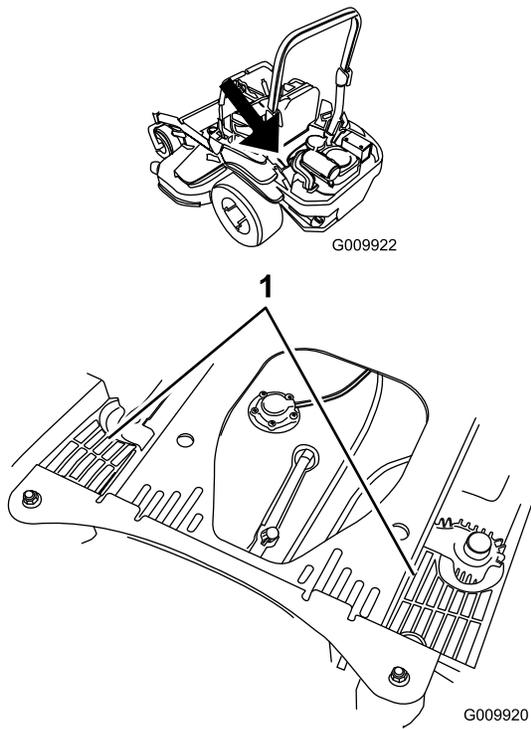

Figura 77
4. Limpie cualquier residuo o hierba de las cubiertas de la unidad hidráulica (Figura 77).